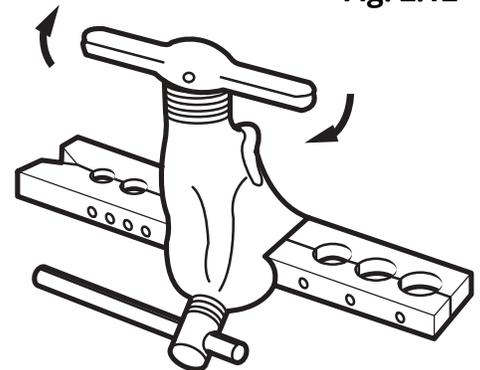

Fig. 2.13
6. Placer l'extrémité du tuyau à travers la plaque de serrage. L'extrémité du tuyau doit dépasser d'environ 1,6 mm (1/16") le bord de la plaque, tel qu'indiqué sur la **Fig. 2.13**